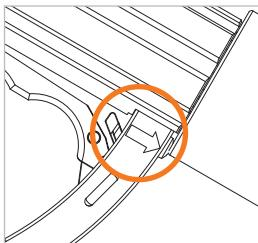

Figure 12
- ▶ Tournez le levier de verrouillage (n° 5) en arrière dans le sens de la flèche (*Figure 12*) pour libérer le mécanisme de verrouillage et pour placer le levier de commande en position OFF.